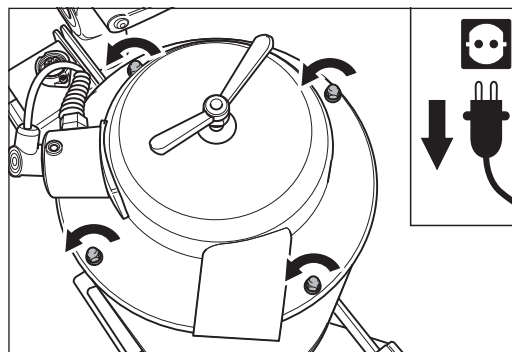
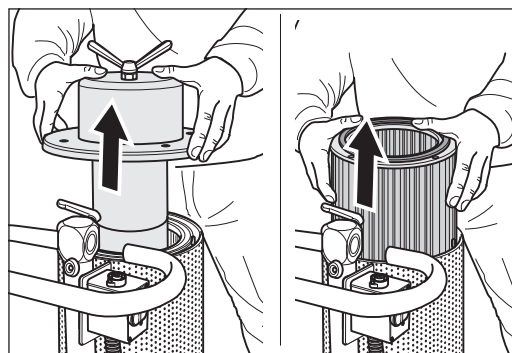

Fig. 29 Retirez ensuite les quatre écrous-chapeaux sur le couvercle du séparateur de poussière.
Fig. 30 Retirez le recouvrement et la garniture filtrante.
- 6 Retirez les quatre écrous-chapeaux sur le couvercle du séparateur de poussière (fig. 29) et soulevez le recouvrement supérieur du boîtier du filtre vers le haut. Veillez à ne rien tordre (fig. 30).
- 7 Dégagez la garniture filtrante du boîtier du filtre (fig. 30). Nettoyez le filtre ou utilisez une nouvelle garniture filtrante pour le remontage. Servez-vous uniquement des cartouches filtrantes d'origine LÄGLER® (numéro d'article dans la section 11, Pièces détachées TRIO).